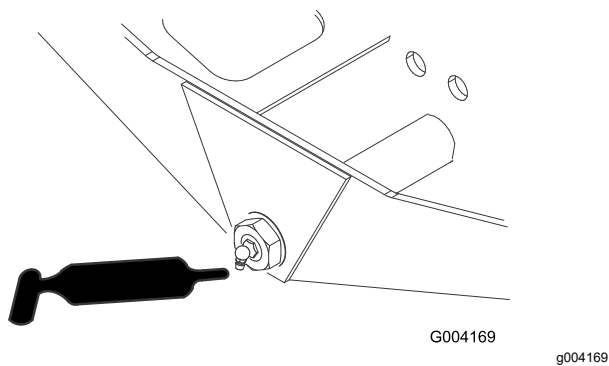

Figura 68
- Articulação do direção do eixo (1 cada) – Figura 68